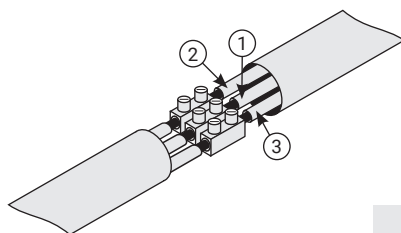

Рис.14
4.3.8. Провод заземления имеет желтый или желто-зеленый цвет и желтый клеммник (рис. 14 «3») фаза (L) - черный цвет и черный клеммник (рис. 14 «1»), ноль (N) - синий цвет и синий клеммник (рис. 14 «2»).